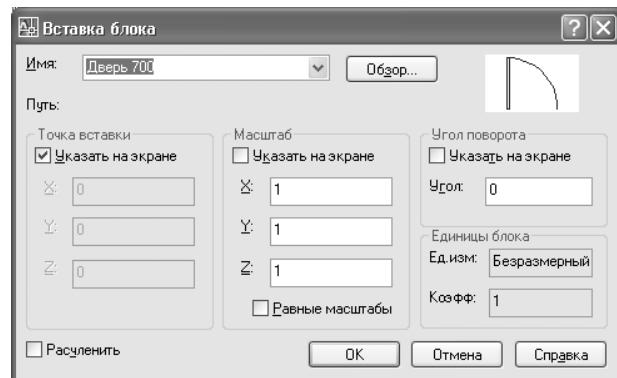

Рис. 7.11 ▼ Диалоговое окно **Вставка блока** (Insert)
1. Запустите инструмент **Вставить блок** (Insert Block) панели инструментов **Черчение** (Draw). (Альтернативный метод запуска заключается в выборе команды меню **Вставить блок** (Insert Block) либо во вводе в командном окне команды **Вставить** (INSERT) или просто **в** (I).)
2. В списке **Имя** (Name) появившегося диалогового окна **Вставка блока** (Insert) отображается название пока что единственного определения блока чертежа Work071.dwg с именем **Дверь 700** (рис. 7.11).